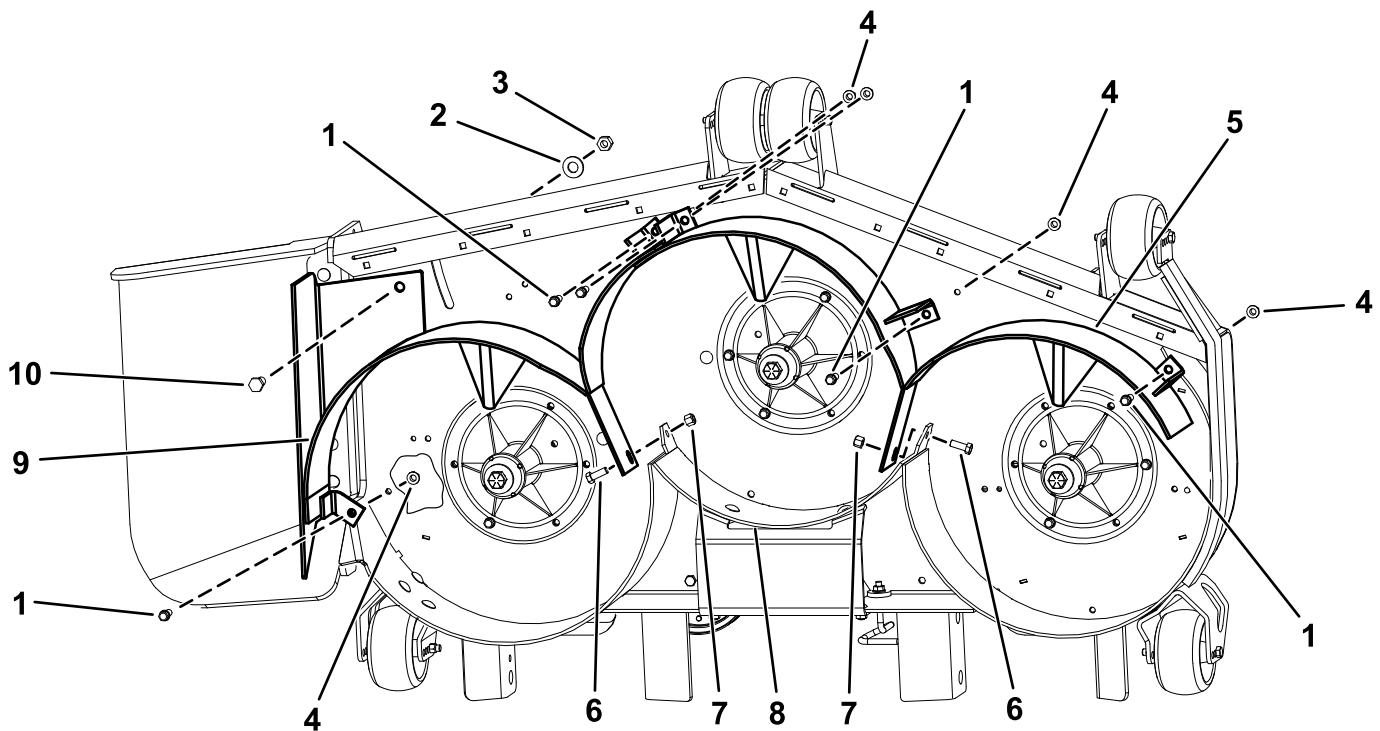

Figura 2
1. Montate il deflettore destro sul piatto (Figura 2).
2. Fissate, senza serrare, il deflettore destro sulla parte superiore del piatto di taglio con 1 bullone ($\frac{1}{2}$ " x 1"), 2 bulloni senza dado ($\frac{3}{8}$ " x 1"), 1 dado ($\frac{1}{2}$ "), 1 rondella ($\frac{1}{2}$ ") e 2 dadi flangiati ($\frac{3}{8}$ ") come illustrato nella Figura 2.
3. Fissate senza serrare il deflettore destro al deflettore posteriore utilizzando 1 bullone ($\frac{3}{8}$ " x 1") e 1 dado ($\frac{3}{8}$ "), come illustrato nella Figura 2.
4. Montate il deflettore sinistro sul piatto (Figura 2).
5. Fissate, senza serrare, il deflettore sinistro sulla parte superiore del piatto di taglio con 3 bulloni senza dado ($\frac{3}{8}$ " x 1") e 3 dadi flangiati ($\frac{3}{8}$ ") come illustrato nella Figura 2.
6. Fissate senza serrare il deflettore sinistro al deflettore posteriore utilizzando 1 bullone ($\frac{3}{8}$ " x 1") e 1 dado ($\frac{3}{8}$ "), come illustrato nella Figura 2.